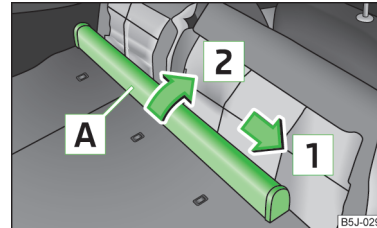

Abb. 56
- › Das Netztrennwandgehäuse **A** » Abb. 56 in Pfeilrichtung **1** schieben und aus der Aufnahme der rechten Sitzlehne in Pfeilrichtung **2** herausnehmen.